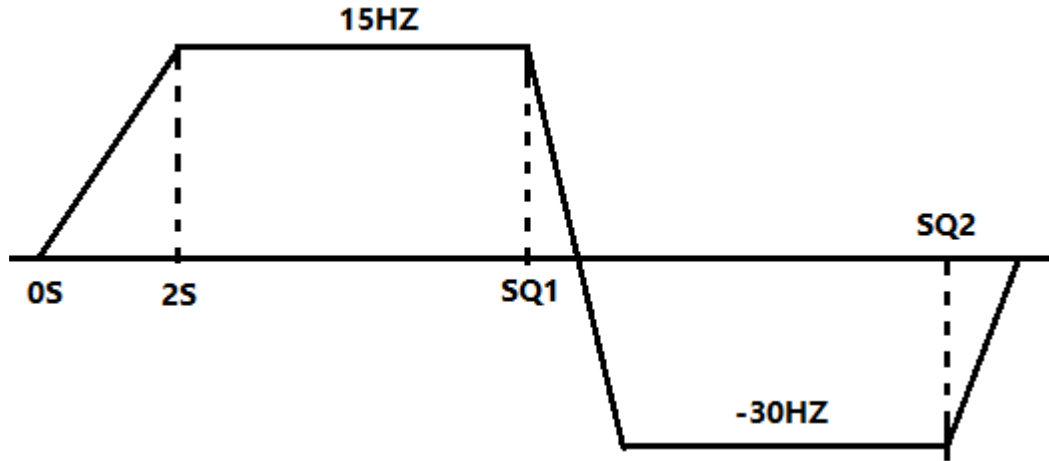

图1：电机运行示意图
1、电机运行示意图如图1所示：
3、手动工作模式时，按下启动按钮SB1，电动机按照图1运行一周后，停止工作；
4、自动工作模式时，按下启动按钮SB1，电动机按照图1运行一周后，能够重复循环上述过